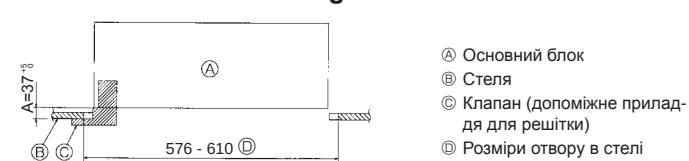

Fig. 4-6
3. Якщо основний блок не можна вирівняти відносно монтажного отвору на стелі, це можна відрегулювати завдяки гнізду на монтажній плиті. (Fig. 4-6)